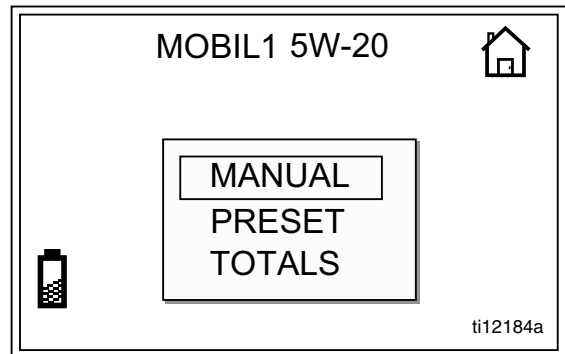

FIG. 10
Si está en el modo de funcionamiento, deberá entrar en la pantalla de inicio que se muestra en FIG. 10 para poder acceder a las pantallas del modo de configuración. (En la página 20 se ofrece una descripción completa de la pantalla de inicio).
- Pulse el botón INTRO central para mostrar la pantalla de inicio (FIG. 10).